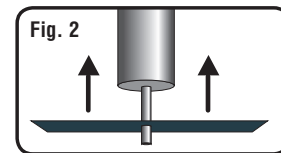

Fig. 2
2. Dip coarse (#220-grit) Sandpaper in water. On a piece of scrap wood, pierce tool pin through backside of Sandpaper (**Fig. 2**).
2. Tremper grossier (#220-grit) papier de verre dans l'eau. Sur un morceau de ferraille bois, pierce épingle de outil à travers l'arrière du papier de verre (**Fig. 2**).